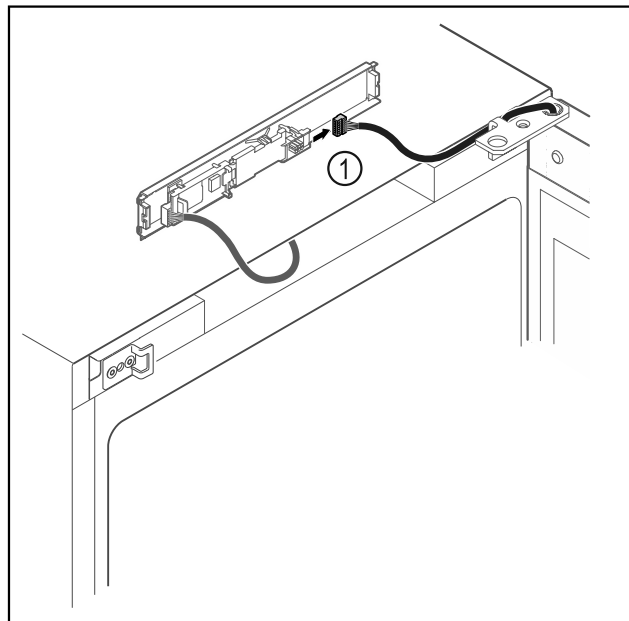

Fig. 10
- Trekk ut pluggen Fig. 10 (1) fra kretskortet.